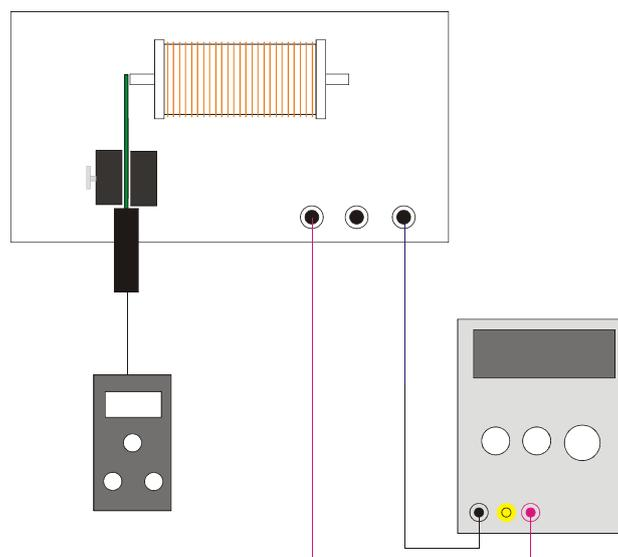

Fig. 2: Struttura sperimentale "misurazione statica"
- Montare alimentatore, bobina e teslametro come da Fig. 2.